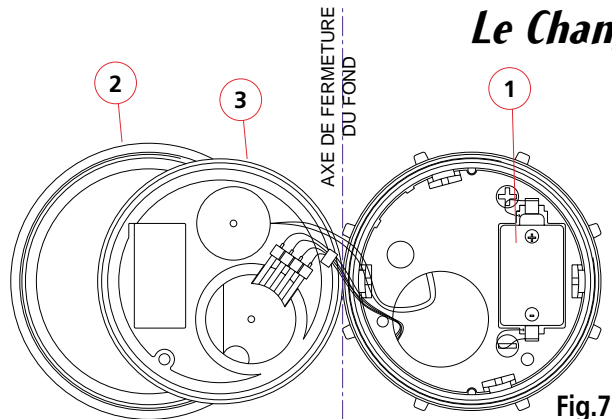
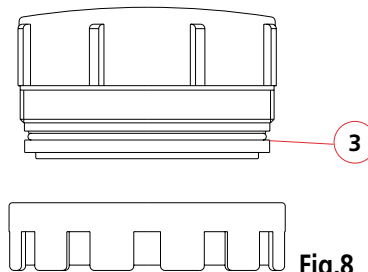
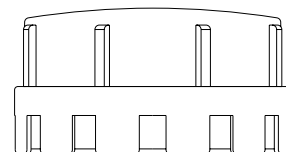

Fig.7
Fig.8
Fig.9
9. Avant de refermer le boîtier vérifier l'enfoncement du connecteur du capteur. Vérifier l'état du joint torique (3) (le remplacer si celui-ci est endommagé), l'enduire de graisse silicone, puis en suivant la ligne fictive servant d'axe de fermeture du boîtier (voir figure 7), refermer le fond sur le boîtier. Pour vérifier l'étanchéité vérifier que l'air emprisonnée dans le boîtier fait remonter le fond si l'on relâche la pression des doigts (figure 8).
10. Si l'étanchéité est assurée, visser à fond et bloquer la couronne CX (2).
11. L'appareil étant remonté (figure 9), faire une mise en route hors de l'eau afin de vérifier: